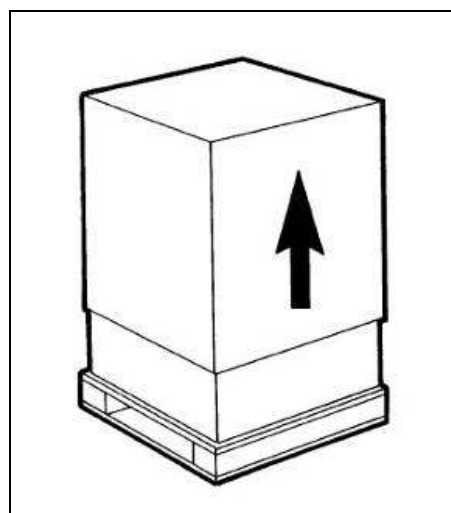

Fig. 26
a) Après avoir retiré l'emballage **en conserver tous les éléments pour le stockage hivernal** et s'assurer de l'intégrité de l'appareil (fig.26).